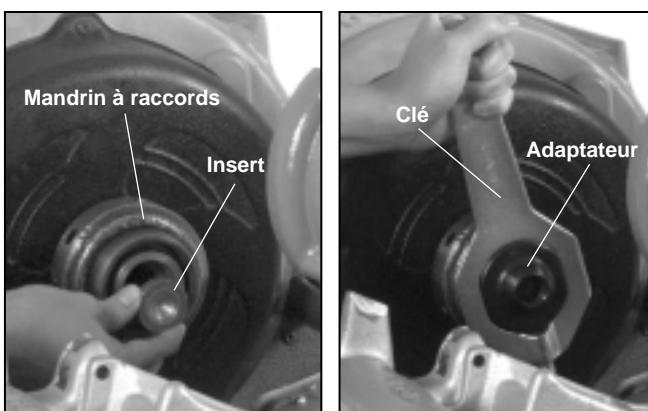

Figure 14 – Installation du mandrin à raccords et son adaptateur
(Se reporter aux figures 14 & 15)
4. Installez l'adaptateur approprié, puis serrez-le avec la clé (Figure 14).